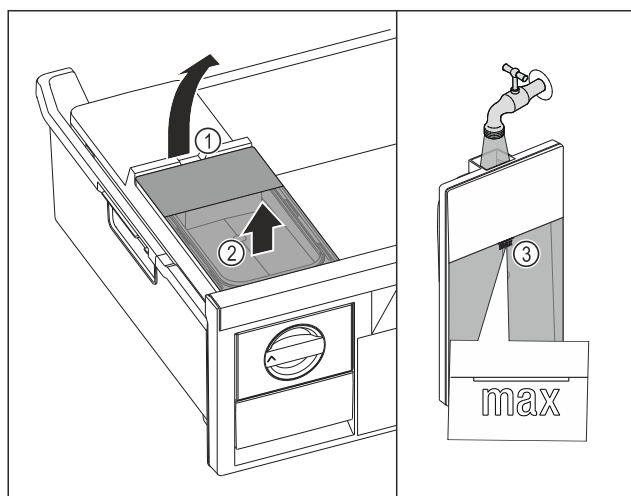

Fig. 42
- ▶ Zvedněte nádržku na vodu za vybrání Fig. 42 (1).
- ▶ Vyjměte nádržku na vodu nahoru. Fig. 42 (2)
- ▶ Naplňte nádržku na vodu pitnou vodou až po značku Fig. 42 (3).